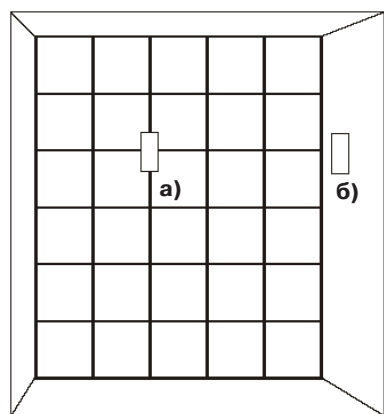

Рисунок 9 – Защита стеклоблоков
- непосредственно на охраняемую стеклянную поверхность [рисунок 9а)]. Для этого крепежное устройство удобно размещать в отверстии цементного шва, соединяющего стеклоблоки между собой, по методике установки извещателя на кирпичную или бетонную конструкцию;
- на примыкающую к охраняемой кирпичную, бетонную или стальную конструкцию [рисунок 9б)] по соответствующей методике.